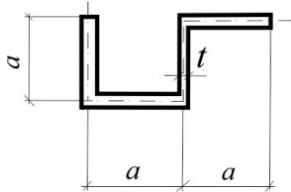

Рис.3.41
**3.41.** Определить величины главных моментов инерции относительно главных центральных осей заданной тонкостенной фигуры. Толщина стенки  $t$  постоянна и мала по сравнению с  $a$ . Размеры даны по средней линии сечения (рис.3.41).